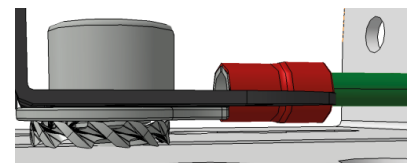

Figura 3 - Aterramento em Driver Classe II.
- 3 - Fixe novamente o parafuso, conforme Figura 3 e 4.